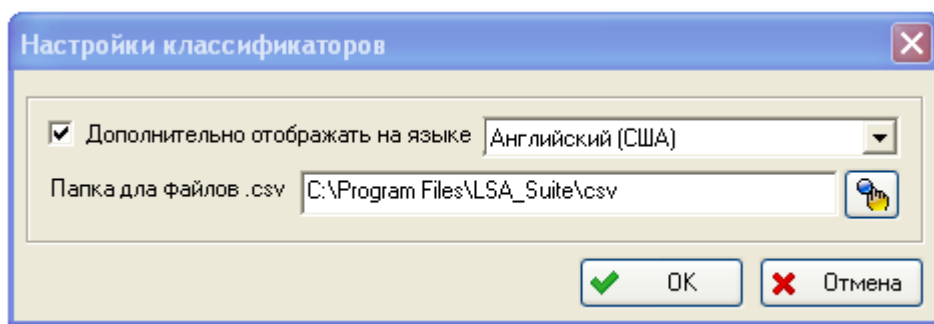

Рис. 3-9
- В появившемся окне **Настройки классификаторов** в поле **Папка для файлов.csv** по умолчанию задан путь «C:\Program Files\LSA_Suite\csv» для загрузки классификаторов, поставляемых с программой (рис. 3-9). При необходимости измените путь к папке, содержащей обменные файлы.
- В окне **Настройка классификаторов** поставьте флаг **Дополнительно отображать на языке**. Затем в раскрывающемся списке выберите язык, на котором нужно дополнительно отображать данные классификаторов (рис. 3-9).